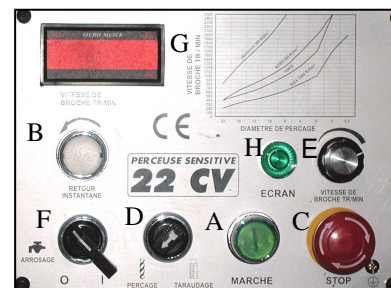
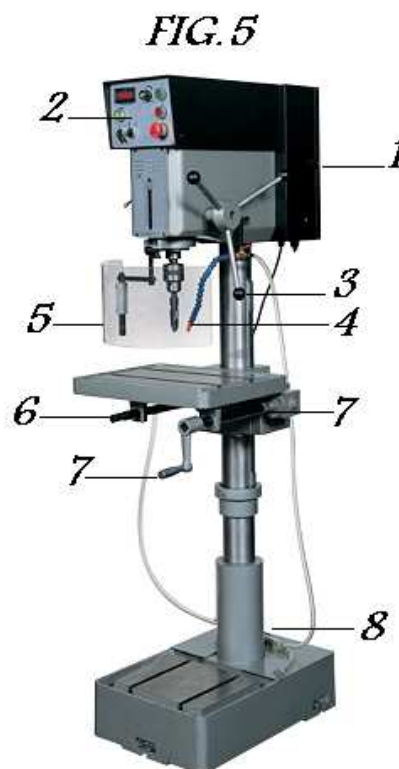

FIG.4
FIG.5
Actionnez l'interrupteur arrosage (marche / arrêt) (F fig.4) situé sur la commande de la perceuse.
Augmentez ou diminuez la plage de vitesse lors de la rotation de la broche en tournant le potentiomètre (E fig.4) (150 à 3000 t/mn).
- Que le protecteur mandrin asservi soit bien en position (6 fig.5) le voyant (H fig.4) doit être éteint (à défaut le démarrage n'a pas lieu (le protecteur est asservi).
- Si l'arrêt d'urgence (C fig.4) n'est pas enfoncé.
- Si le mode perçage ou taraudage est sélectionné (D fig.4)
- Appuyez sur l'interrupteur de mise en marche (A fig.4)
- Choisissez votre vitesse au moyen du potentiomètre (E fig.4)
- Abaissez la broche au moyen des bras de descente (5 fig.5)
- Répétez les opérations ci-dessus , mais en positionnant le sélecteur (D fig.4) sur le mode taraudage.
- Pendant l'opération de taraudage vous avez la possibilité d'effectuer à tout moment le retour instantané de la broche en appuyant sur l'interrupteur (B fig.4) (contrôle l'inversion automatique de la broche)
5.0 DESCRIPTION DES ORGANES DE COMMANDE (FIG.4)
5.1 DESCRIPTION DE LA PERCEUSE (FIG.5)